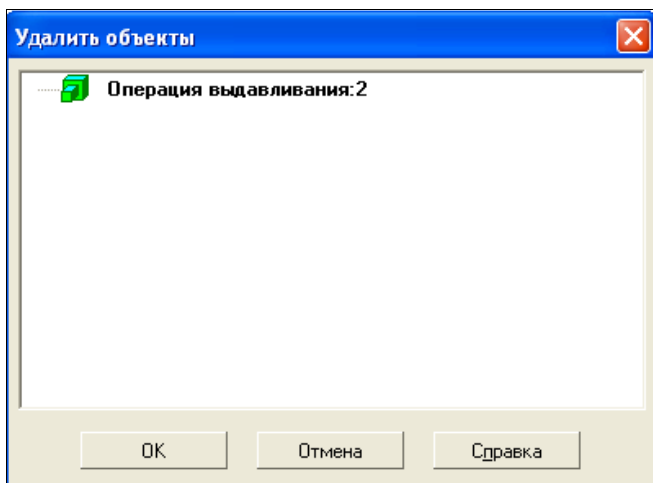

Рис. 17.39. Диалоговое окно **Удалить объекты**
- ◆ в меню выделите команду **Удалить**. Система выведет на экран диалоговое окно **Удалить объекты** (рис. 17.39);